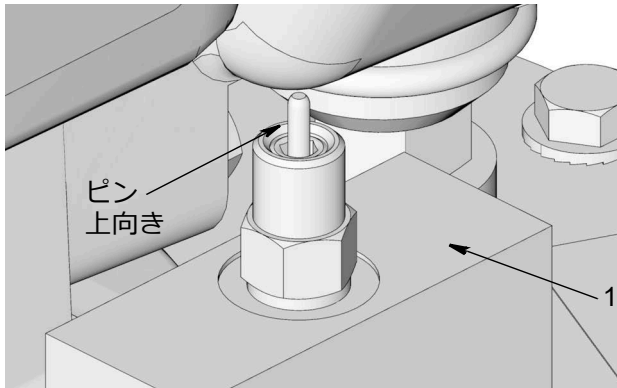

図 18
14. リモート充填ステーションポンプ (K) をオンにし、自動充填バルブ (1) の指標ピンが、図 18 に示されるようになるまでリザーバー (F) に充填して下さい：充填ポンプ (K) に圧力が蓄積されポンプが失速します。